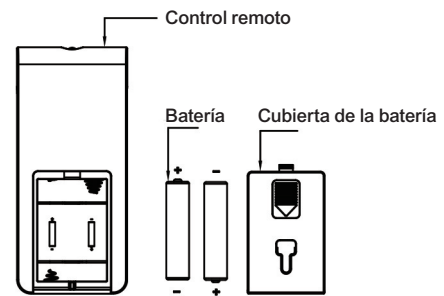

Fig. 7
- (b.) Inserte las baterías y asegúrese de que colocar las baterías como se muestra en la ilustración (Ver Fig. 7)